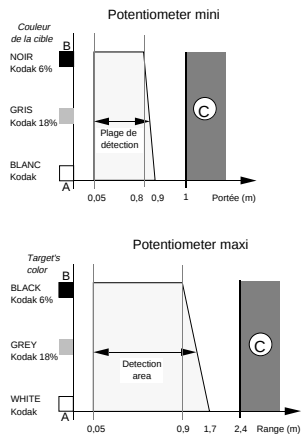

Figure 5
- Cet appareil permet un réglage du seuil de la zone à ignorer allant de 1 à 2,4 m. (figure 5)
- Réglage de (P) au mini: zone de détection de 0,05 à 0,7 m.
- Réglage de (P) au maxi: zone de détection de 0,05 à 1,7 m.
- (C) : arrière-plan non pris en compte.
- Tourner le potentiomètre (P) dans le sens anti-horaire jusqu'à extinction de la DEL verte, si celle-ci est allumée.
- Figure 5: variation de la portée en fonction de la couleur de l'objet.
- This device allows the adjustment of background threshold from 1 m to 2,4 m (figure 5).
- with (P) adjusted to its minimum : zone of detection from 0,05 to 0,7 m, with background suppression from 0,8 m to infinity.
- with (P) adjusted to its maximum : zone of detection from 0,05 to 1,7 m, with background suppression from 1,5 m to infinity.
- (C) : background objects are ignored
- If the green LED is on, turn the potentiometer (P) anti-clockwise until it is extinguished, this ensures elimination of the background.
- Figure 5 shows the operation area depending on the colour of the target.
- Das Gerät ermöglicht die Einstellung der Schaltschwelle bezogen auf den nicht zu erfassenden Hintergrund : Einstellbereich 1...2,4 m (Abb.5).
- (C) : nicht erfaßter Hintergrund.
- Potentiometer (P) entgegen dem Uhrzeigersinn so lange drehen, bis die grüne LED erlischt, sofern sie leuchtete.